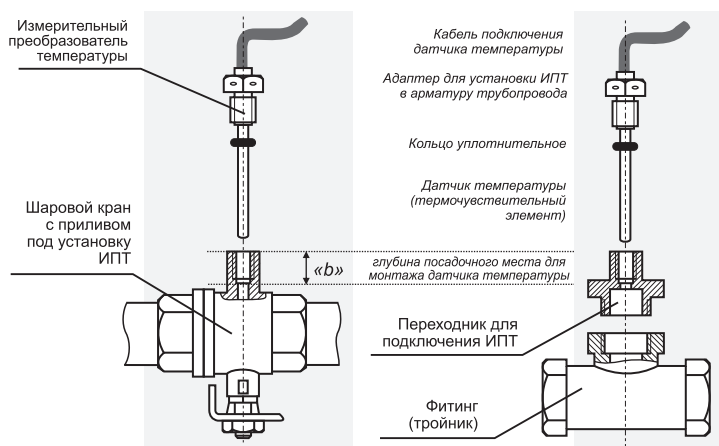

Рисунок 5 – Монтаж ИПТ
Монтаж датчика температуры в трубопровод необходимо проводить в соответствии с требованиями п. 3.2.7 ГОСТ Р ЕН 1434-2-2011 по одному из двух вариантов, смотрите рисунок 5:
- измерить глубину «b» посадочного места для монтажа датчика, смотрите рисунок 5. Если глубина будет превышать значение указанное на рисунке А.7, приложение А, ГОСТ Р ЕН 1434-2-2011, то рекомендуется заменить арматуру. Если по какой-либо причине это сделать не представляется возможным, тогда на посадочное место требуется установить дополнительно ещё одно уплотнительное кольцо;